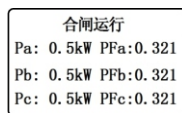

图 3-16
3.4.5断路器在合闸运行状态下，可查询产品有用功率和功率因数如图3-16所示。